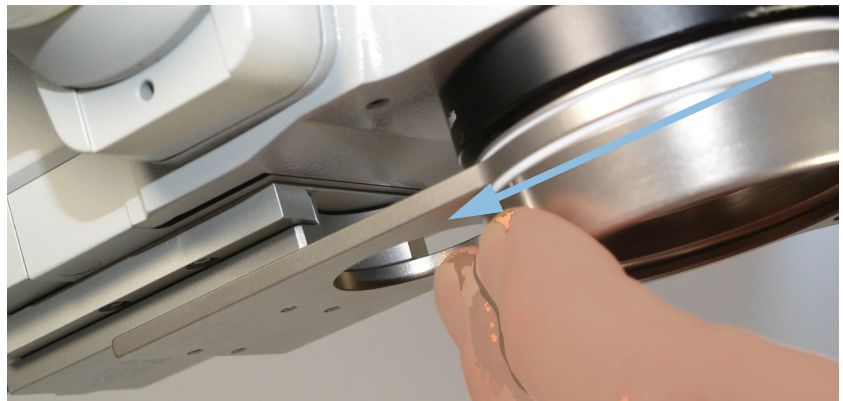

Abb. 9-11: Adapterplatte abziehen
- Ziehen Sie die Adapterplatte aus der Aufnahmeschwalbe, Abb. 9-11, Seite 28.